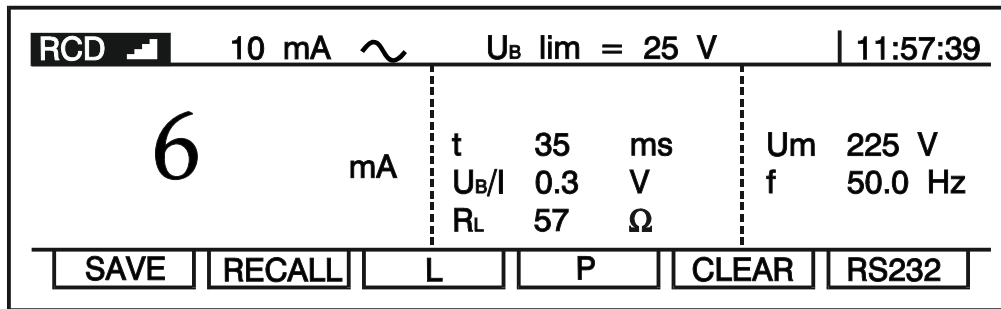

Abb. 55. Funktionstasten F1 bis F6 im Speicherbetrieb
1.  Wählen Sie die Speicherfunktionsbelegung der Funktionstasten F1 - F6 (siehe Abb. 55).
1. 	Wechsel in die Speicherfunktionsbelegung der F1 - F6 Tasten (siehe Abb. 55).